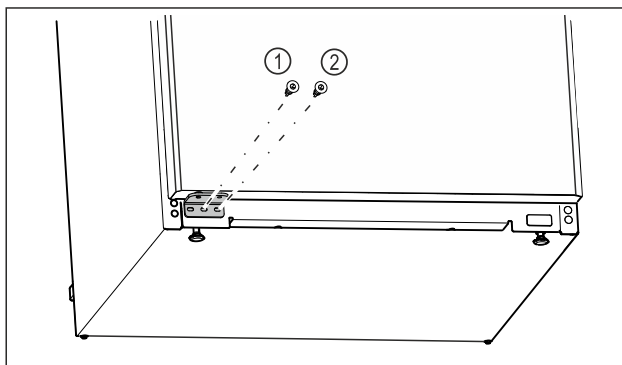

Fig. 26
- Stringere la vite centrale del blocco di supporto Fig. 26 (1) con un cacciavite Torx 20.
- Stringere la vite interna del blocco di supporto Fig. 26 (2) con un cacciavite Torx 20.